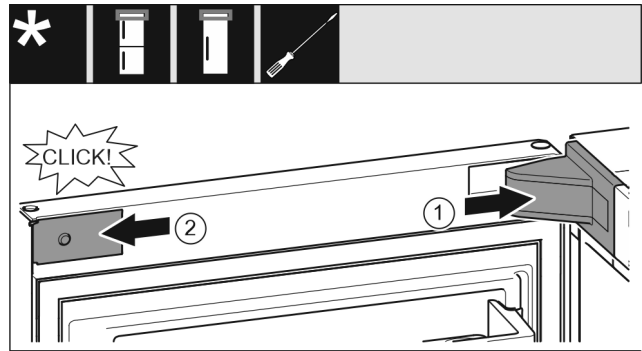

Fig. 21
- ▶ Aseta laakeripukin suojus paikoilleen, anna sen lukittua ja paina osia tarvittaessa varovasti erilleen toisistaan. Fig. 21 (1)
- ▶ Aseta paneeli sivuttain kohdalleen ja lukitse se paikoilleen. Fig. 21 (2)